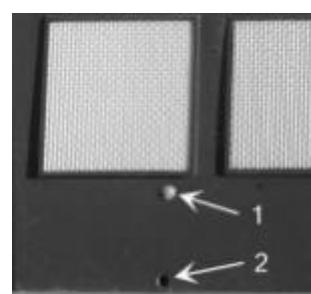

Fig. 21
- b) Take the plug out of the overflow hole (Fig 21/1), mounting it in the drain hole (Fig 21/2).
- b) Togliere il tappo del foro di troppo pieno (fig. 21/1) montarlo nel foro di scarico (fig. 21/2).
- b) Sacar el tapón del orificio de rebosadero (fig. 21/1) y colocarlo en el de drenaje (fig. 21/2).